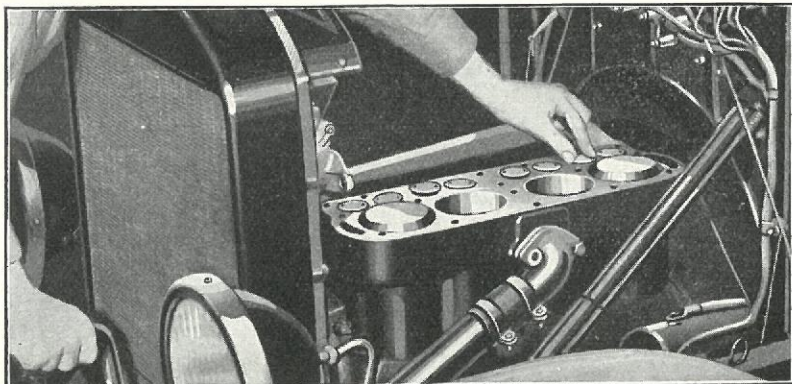

Fig. 174
- 264** Tidspunktet for Ventilernes Aabning og Lukning bestemmes paa følgende Maade: Drej Motoren langsomt rundt med den ene Haand og hold den anden Haand paa Ventilen (Fig. 174). Naar Ventilen er lukket, holder Fjederen den urørligt i Sædet, medens Ventilen, i samme Øjeblik den løfter, kan vrides rundt.